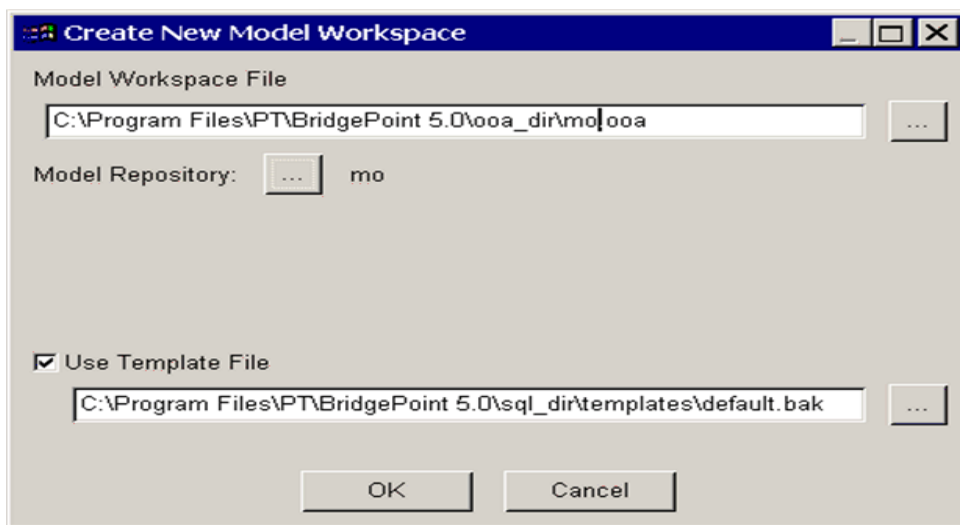

図 5-1: [Create New Model Workspace] ダイアログボックスにおける「mo.ooa」の入力
- 図 5-1 に示すように、新しいモデルワークスペース名を「mo.ooa」として指定します。